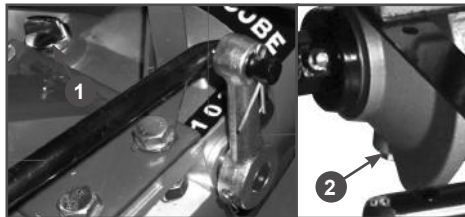

Рис. 21 Отверстия для замены трансмиссионного масла
- Очистите от загрязнений зону вокруг маслосливной горловины коробки передач. Выкрутите крышку-щуп 1 (Рис. 21) горловины, протрите щуп насухо.
- Открутите сливной болт редуктора 2 (Рис. 21) и слейте масло в специальную емкость.